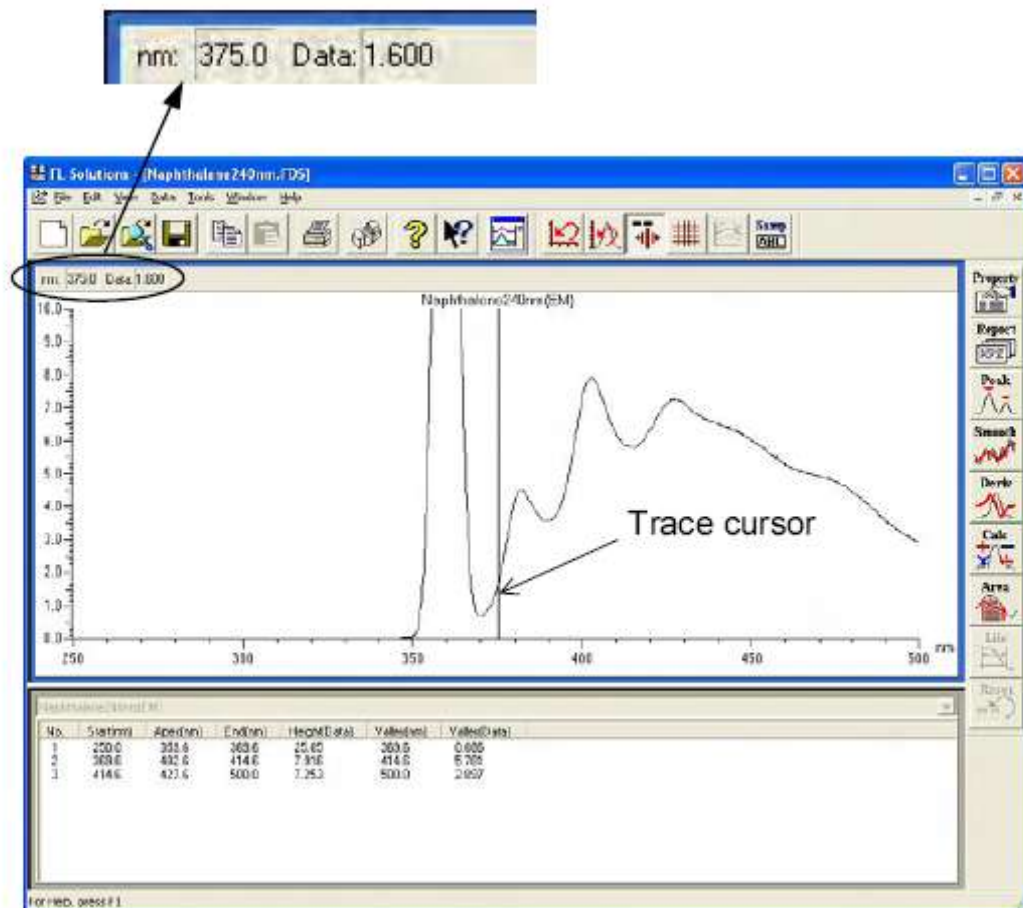

Рис. 7-3
(1) Нажмите кнопку  (курсор построения) на панели инструментов «Спектр». На спектре появится курсор построения. Длина волны и фотометрическое значение в месте нахождения курсора, будут отображаться в левой верхней части, как показано на рис. 7-3.
- (1) Масштаб можно увеличить с помощью левой кнопки мыши. Поместите курсор построения на окно спектра (рис. 7-3).
- (2) Определите область, которую хотите увеличить. Удерживая левую кнопку мыши, начертите прямоугольник, затем отпустите кнопку мыши. Область будет увеличена.